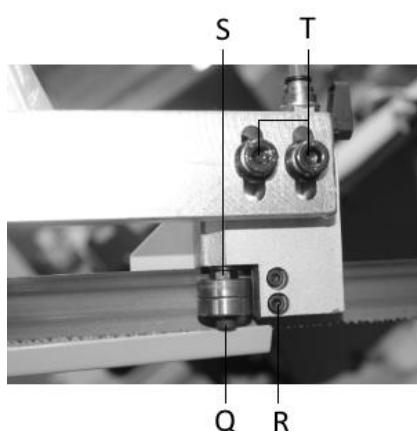

Рис.9
Ослабьте винты (T, рис.9) и отрегулируйте направляющую таким образом, чтобы полотно было расположено с вертикальным зазором 0,1 мм. Затяните винты (T).
Ослабьте фиксирующие винты (Q) и отрегулируйте эксцентриковые втулки (S) таким образом, чтобы расстояние от полотна до ролика было 0,05 мм, а полотно находилось вплотную к неподвижному сухарю, рис. 9. Затяните фиксирующие винты (Q).